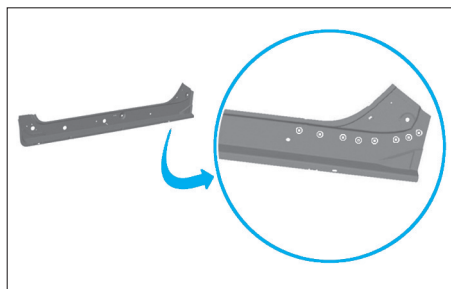

FIG. 120
- Percer des trous Ø 6,5 mm pour le soudage par points bouchons (Fig.120).